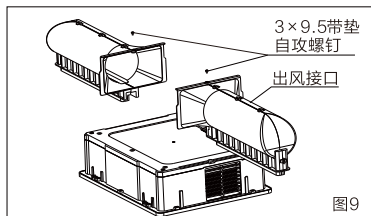
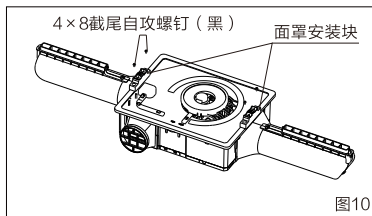

图9
图10
(1) 从包装箱中取出出风接口及所配 3×9.5 带垫自攻螺钉，使用自攻螺钉将出风接口固定在主机左右两侧（图9），取出主机配件中的面罩安装块及所配 4×8 截尾自攻螺钉（黑色），使用自攻螺钉将面罩安装块固定在主机对应位置（图10）。
（1）从包装箱中取出出风接口及所配3×9.5带垫自攻螺钉，使用自攻螺钉将出风接口固定在主机左右两侧（图9），取出主机配件中的面罩安装块及所配4×8截尾自攻螺钉（黑色），使用自攻螺钉将面罩安装块固定在主机对应位置（图10）。